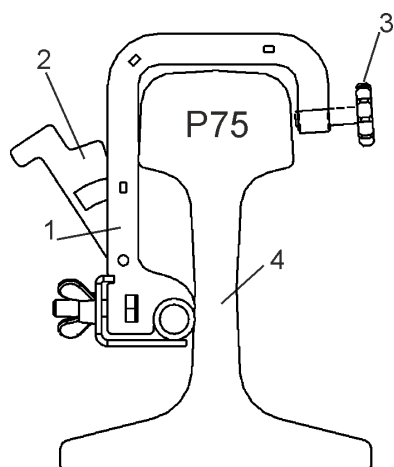

Рис. 7 Положение упора при надевании шлейфа на рельс
1.5.2.4 Отвести подвижный упор 2 (Рис.7) в крайнее положение и надеть на рельсы крепления с направляющей шлейфа, так, чтобы приемная катушка локомотивной аппаратуры АЛСН находилась над серединой направляющей;